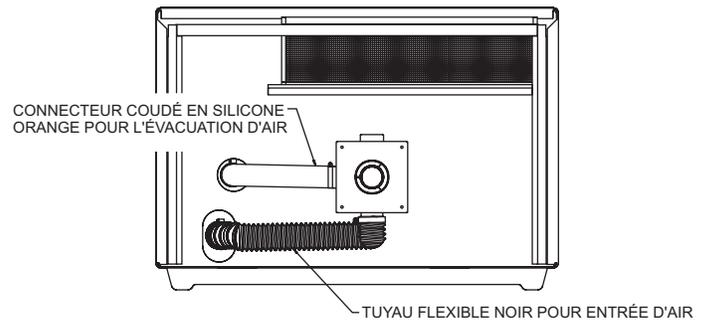

Figure 7
## Évacuation (Figures 7 and 8)
Placer l'isolant moussé noir de 6-3/8" x 6-3/8" (162mm x 162mm), le joint d'étanchéité de la plaque murale dans la plaque de montage. Le trou de 4-3/4" (121mm) de diamètre dans le joint d'étanchéité en isolant moussé noir permettra l'installation de l'ensemble du tuyau d'évent concentrique. Glisser en place la plaque de montage extérieure sur l'ensemble du tuyau d'évent concentrique. La plaque de montage extérieure doit être apposée étanchement contre le mur du bâtiment et fixée en place en utilisant (4) vis à tête hex 10 x 1" (Voir Figure 7). Soyez certain d'assurer l'étanchéité en calfeutrant autour des tuyaux à l'extérieur, en utilisant du silicone classé 204°C/400°F pour haute température et pour l'extérieur. Mettez du silicone sur l'extension du tuyau d'évacuation de 51mm. Le couvercle pour l'extrémité peut être poussé en place sur le tuyau de sortie de l'évacuation. **Attention:** L'ouverture au bas du couvercle doit être dirigée vers le sol. L'ouverture du bas ne peut pas être tournée vers la droite ou la gauche, elle doit être centrée vers le sol.